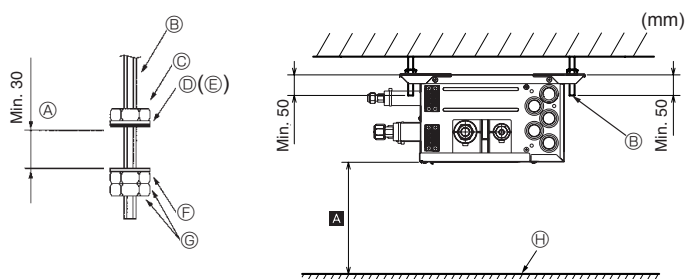

Fig. 6-1
- (2) Befestigen Sie Unterlegscheiben und Muttern (1,2, zusätzlich zu erwerben) an den Tragbolzen. (Fig. 6-1)
- (3) Hängen Sie das Gerät an die Tragbolzen.
- (4) Ziehen Sie die Muttern vollständig fest (Abstand zur Decke prüfen).
- (5) Benutzen Sie eine Wasserwaage, um den Verteilerkasten waagerecht anzubringen.